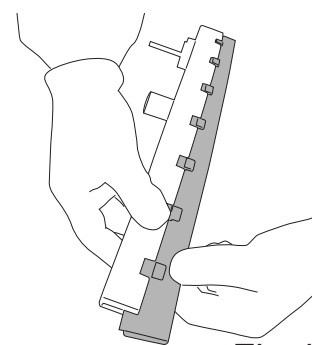

Fig.41
- Dra i bladene, på den måten trekkes enheten av (fig. 41).